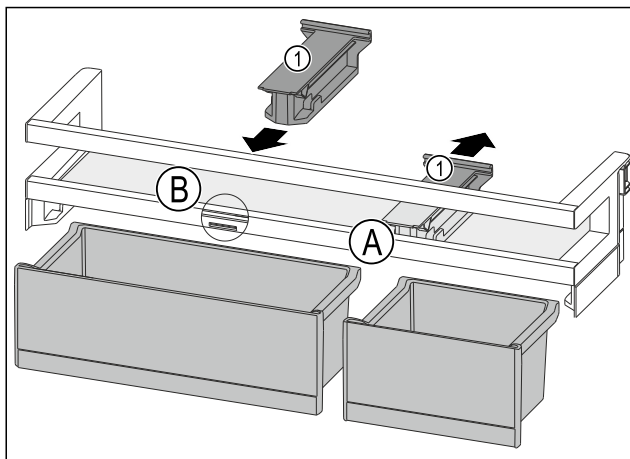

Fig. 152
- Pociągnąć element trzymający Fig. 152 (1) w pozycji Fig. 152 (A) do tyłu.
- Włożyć element trzymający Fig. 152 (1) w pozycji Fig. 152 (B).